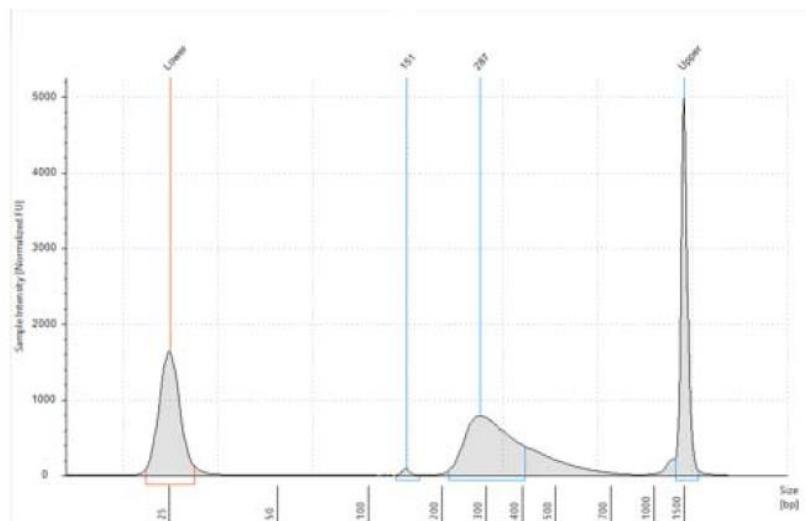

図 2 D1000 ScreenTape で分析した最終 mRNA ライブラリ
3. エレクトロフェログラムで、DNA 断片長が想定されるサイズか確認します（ガイドラインは表 29 を参照してください）。図 2 に TapeStation で泳動した例を示します。